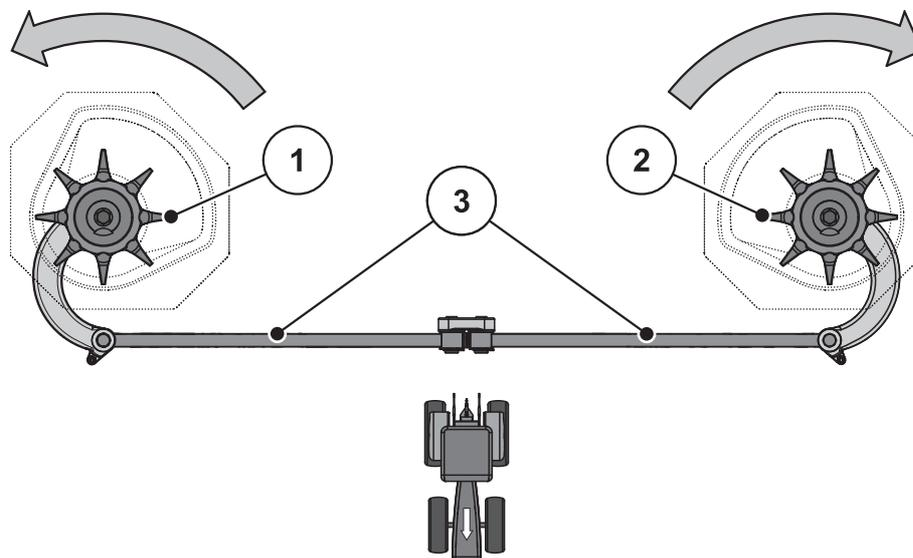

図 10.13: アジテータードライブの点検
2. アジテーターターレットを手で**散布ディスクの回転方向**に回します。詳しくは 図 10.13 を参照してください。
3. アジテーターターレットをオイルフィルターバンドを使うか、手で **散布ディスクの回転方向と反対の方向** に回します。詳しくは 図 10.13 を参照してください。